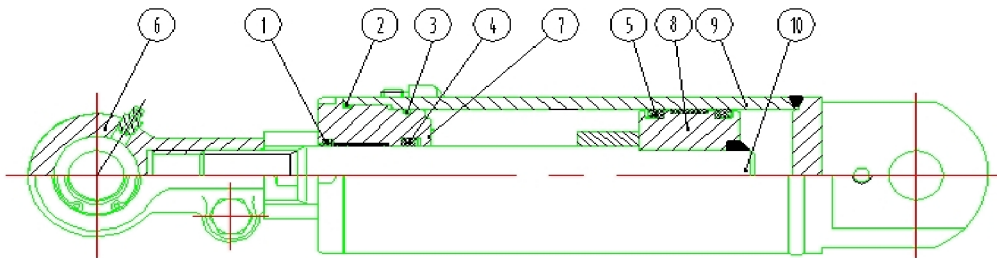

Abb. 10-11
10.7 Neigungsaktor (Abb. 10-11)